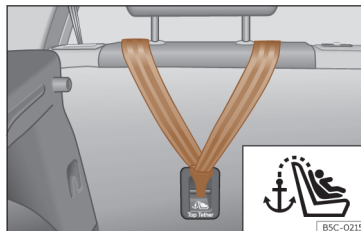
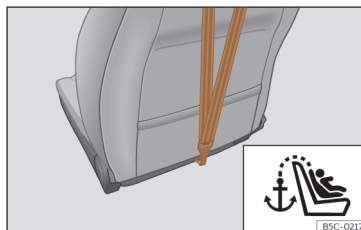

Abb. 39 Rückseite der Rücksitzbank:
Abb. 40 Rückseite der Beifahrersitzlehne:
tet. Dieser Verankerungspunkt befindet sich im hinteren Teil der Rückenlehne des Rücksitzes und des Beifahrersitzes¹⁾ (mit dem Symbol  gekennzeichnet) und bietet einen besseren Rückhalt >>> (Abb. 39), >>> (Abb. 40).
- Den Haltegurt verschieben und ordnungsgemäß an der Verankerung des hinteren Teils der Rücklehne befestigen >>> (Abb. 39), >>> (Abb. 40).